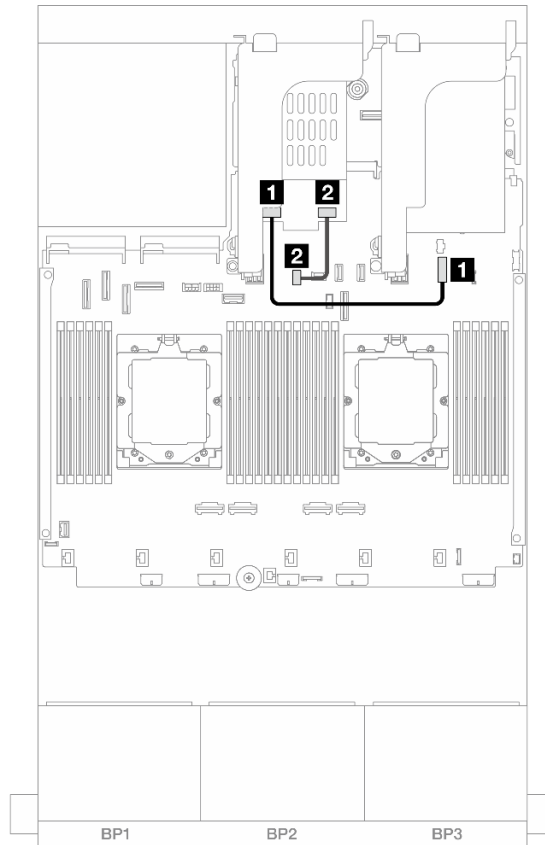

Abbildung 309. NVMe-Kabelführung
- Abbildung 309 „NVMe-Kabelführung“ auf Seite 331